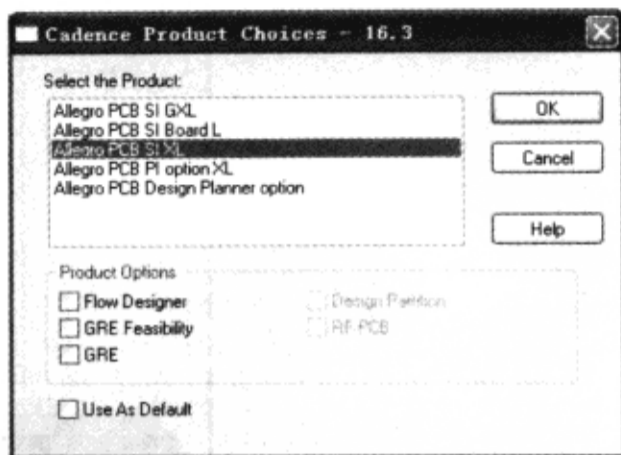

图 2-5-2 产品选择对话框
(1) 在程序文件夹中选择“Cadence”→“Release 16.3”→“PCB SI”，弹出产品选择对话框，如图 2-5-2 所示。
(2) 在图 2-5-2 所示的列表框中选择“Allegro PCB SI XL”→单击“OK”按钮，弹出编辑窗口。